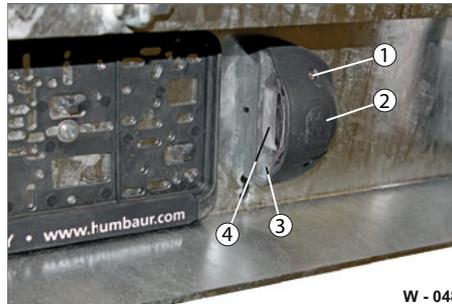

Abb. 56 Kennzeichen-Beleuchtung 24 V
- ▶ Lösen Sie die Befestigungsschrauben (Abb. 56/1).
- ▶ Öffnen Sie vorsichtig den Leuchtenkörper (Abb. 56/2).
- ▶ Entfernen Sie die Lichtscheibe (Abb. 56/3).
- ▶ Ersetzen Sie die Leuchte (Abb. 56/4).